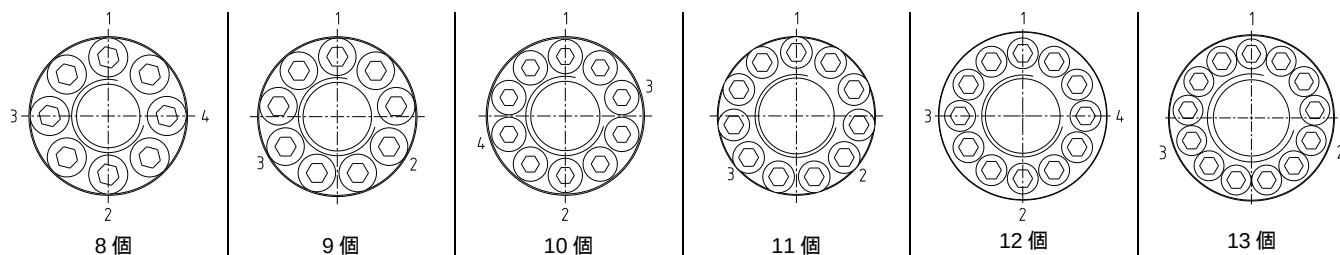

図 6: プレッシャースクリューの締付
- 図 6 で番号が記載されたプレッシャースクリューを手で締付けて下さい。
- 手で締付けたプレッシャースクリュー(図 6)を表 2 に記載された規定の締付トルクの半分の値で締付けて下さい。